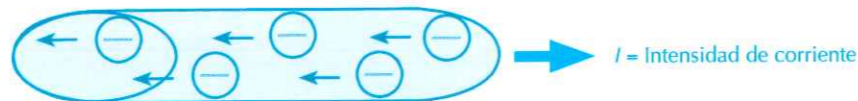

Figura 7.2
La corriente o intensidad eléctrica es el flujo de carga por unidad de tiempo que recorre un material. Se debe al movimiento de los electrones en el interior del material. En el Sistema Internacional de Unidades se expresa en C/s (culombios por segundo), unidad que se denomina *amperio* (A). Por convenio, se establece que el sentido del paso de corriente es el contrario al real de los electrones que circulan. La figura 7.2 representa que, si el desplazamiento de los electrones va hacia la izquierda, el sentido de la corriente eléctrica iría hacia la derecha.